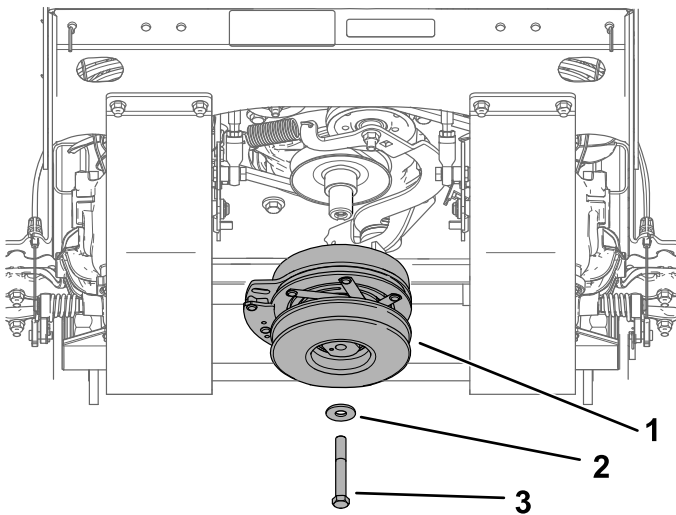

Bild 57
5. Entfernen Sie die Kupplungsscheibe (Bild 57).
13. Installieren Sie die Kupplungsscheibe (Bild 57). Ziehen Sie die Schraube bis auf 68-81 N·m an.
14. Bauen Sie die Schutzplatte an (Bild 57).